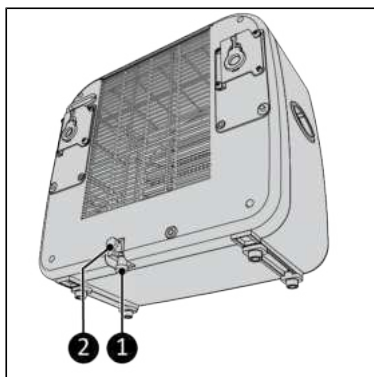

Figura 20.
1. Scoateți unul dintre cele două capace ( Figura 20, poz. 1 sau poz. 2).
- Ambele capace de etanșare ale unității interioare sunt instalate (Figura 20, poz. 1 și 2);
2. Conectați furtunul de scurgere furnizat la partea de jos a unității interioare, vezi Figura 20.